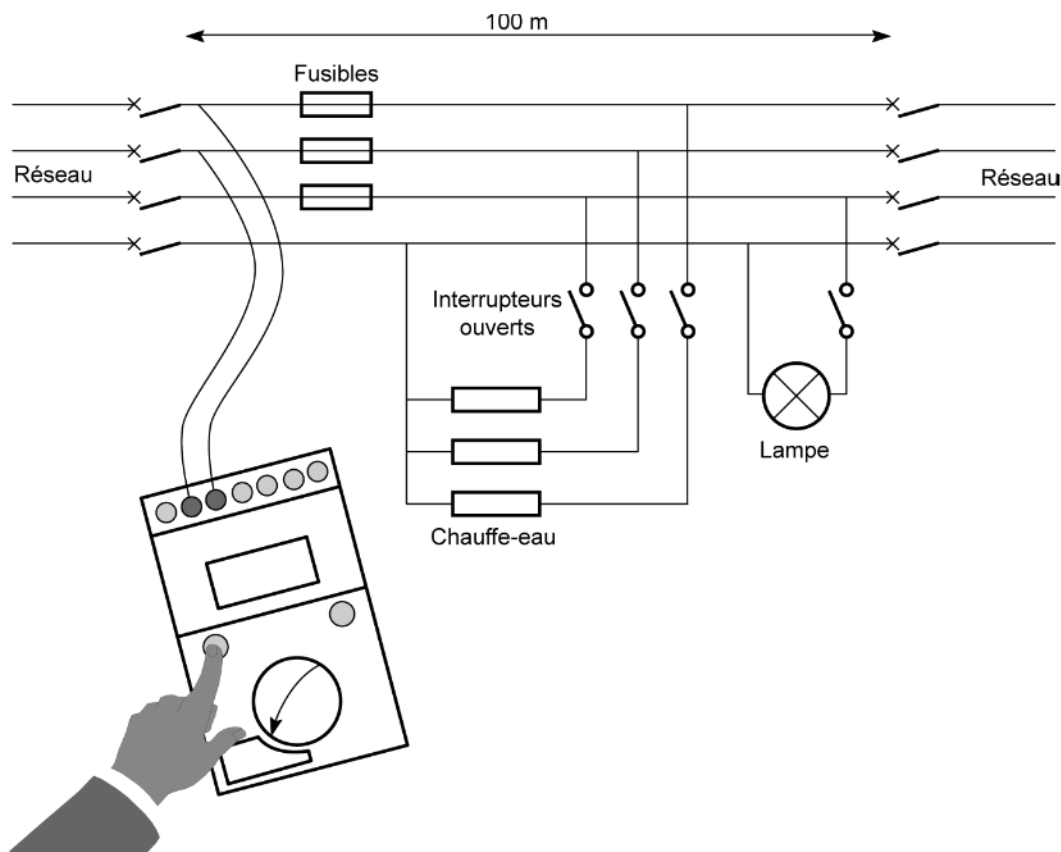

Figure 6.2 – Mesure de l'isolement entre conducteurs.
- Raccorder l'appareil selon le schéma de la figure 6.2.